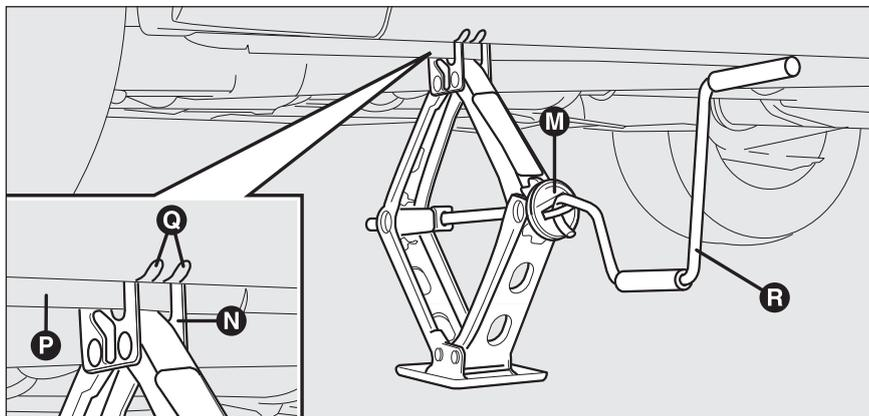

fig. 6
- accione el dispositivo **M-fig. 6** para abrir el gato hasta que la ranura **N** en la parte superior del gato se introduzca correctamente en el perfil inferior **P** ubicado en el chasis en correspondencia a la indicación **Q** (a unos 72 cm del centro de la rueda delantera, o bien, a 75 cm del centro de la rueda trasera);
- introduzca la manivela **R-fig. 6** para permitir accionar el gato y levante el coche hasta que la rueda se alce del suelo de algunos centímetros;
- accione la manivela **R-fig.6** para bajar el coche y quite el gato;